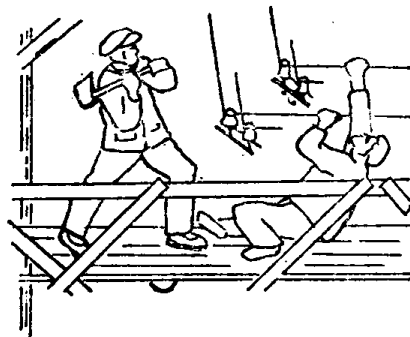

图1-6 用有绝缘柄的工具将电源切断
3. 救护者手边有绝缘刀、斧、锄或硬木棒时，可以从电线的来电方向将电线砍断或撬断如图 1-6 所示。